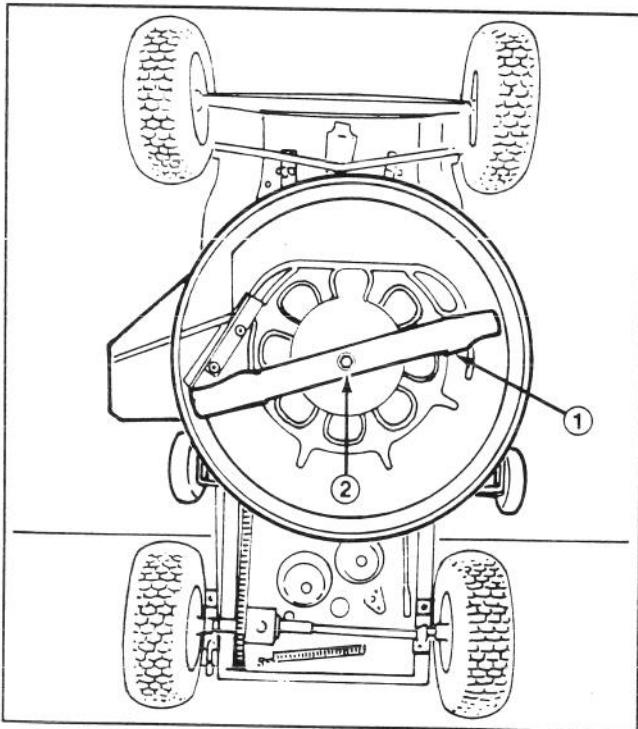

Abbildung 15
6. Das Ende des Messerbalkens mit umwickeltem Lappen oder mit einem schweren, wattierten Handschuh festhalten. Jetzt die Messerbalken-Befestigungsschraube, Unterlegscheibe und das Messer entfernen (Abb. 15).
9. Messerbalken, Unterlegscheibe und Befestigungsschraube (in dieser Reihenfolge) (Abb. 15) anbringen. Die Befestigungsschraube auf ein Moment von 61–81 Nm festziehen.
6. Die an der Unterseite des Decks haftenden Schnittgut- und Schmutzrückstände durch Abspritzen mit einem Gartenschlauch entfernen (Abb. 15). Gras- und Schmutzrückstände, die nicht mit dem Wasserstrahl entfernt werden können, abkratzen. Dann das Deck nochmals abspritzen.
7. Da der Mäher hochkant steht, den Zustand des Messerbalkens prüfen (Abb. 15).